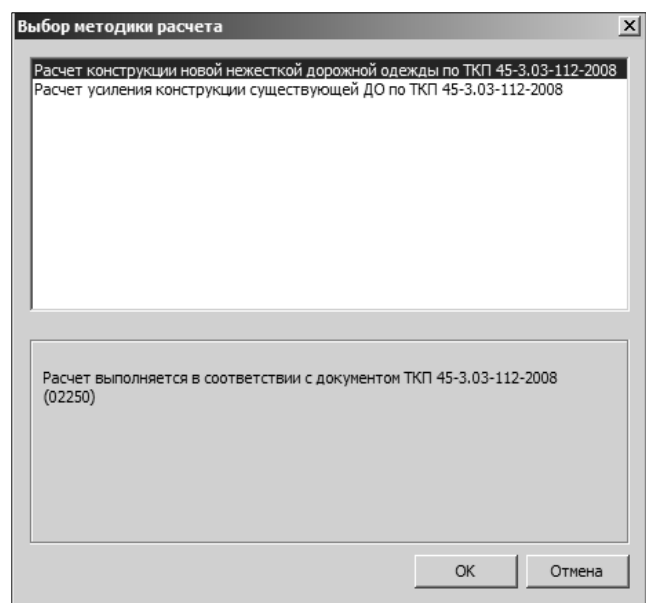

Рис. 10.1. Выбор методики расчета
1. Для создания нового проекта следует открыть программу, выбрать команду ФАЙЛ – СОЗДАТЬ или кнопку СОЗДАТЬ на панели инструментов Стандартная или нажать горячие клавиши Ctrl + N. Новый проект автоматически становится активным, открывается окно ВЫБОР МЕТОДИКИ РАСЧЕТА (рис. 10.1).